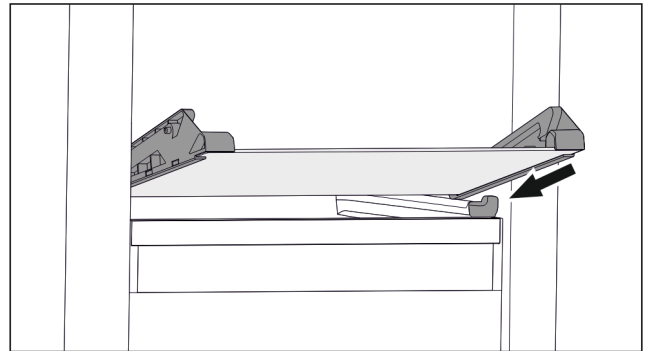

Fig. 93 Glasplatte des abklippbaren Schubfachs
- ▶ Glasplatte schräg hinter den Stopperrn aufsetzen. (zie Fig. 93)